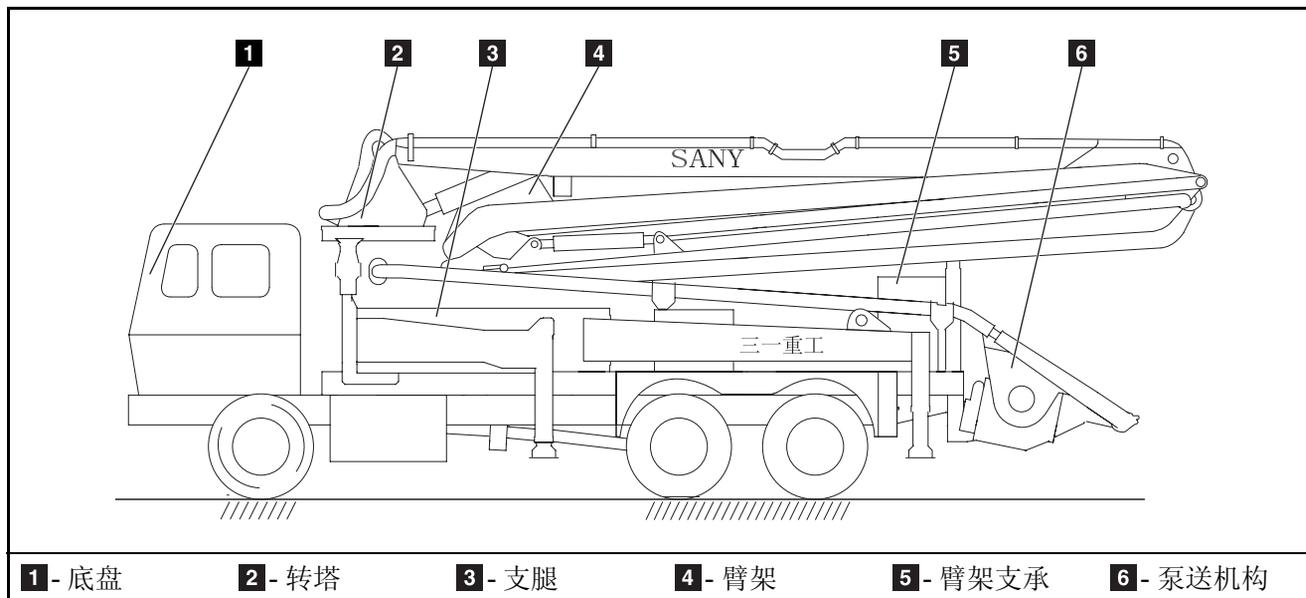

图 4-3(1) 泵车结构
- (a) 泵车除具有行走、泵送功能外，还可将混凝土送到指定的地点。将混凝土送到指定的地点是靠臂架的移动来完成的。从图 4-3(1) 泵车结构可看出臂架在泵车中占据了很大的空间，重量占据泵车的一半。在泵车中，臂架是核心部件。
- (c) 以 45m 泵车臂架为例，说明泵车臂架的结构，如图 4-3(2) 45m 泵车臂架结构图所示：